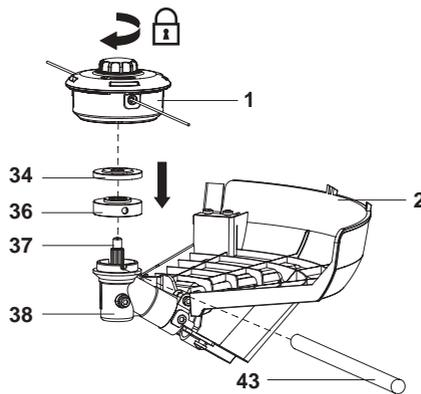

Fig. 4
1. Asegúrese de que la protección (2) se haya montado correctamente.
2. Gire la brida de apoyo (36) hasta que su agujero esté alineado con la muesca del cabezal del mecanismo (38).
3. Inserte la varilla de bloqueo de husillo (43) en el orificio para bloquear el husillo (37).
4. Coloque la brida de bloqueo (34) en la brida de apoyo (36).
5. Atornille el cabezal de recorte (1) al husillo (37) y apriételo hacia la izquierda con la mano.
6. Retire la varilla de bloqueo de husillo (43) (Fig. 4).